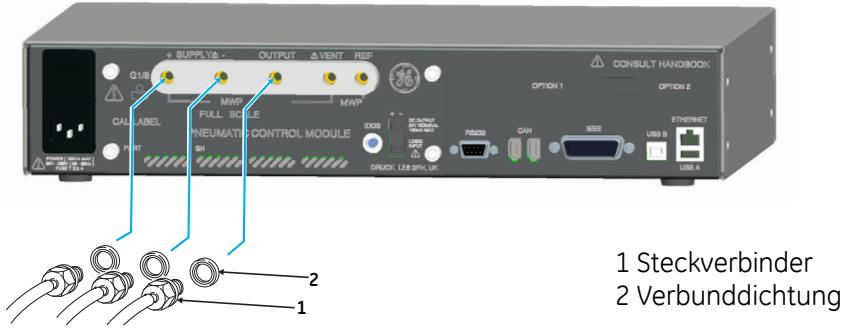

Abbildung 2-1: Pneumatikanschlüsse
- Das Modul mit dem höchsten Drucknennwert muss an der rechten Seite angebracht sein. Die Position des 1. Moduls von der Rückseite des Produkts aus gesehen ist in (Abbildung 2-1) dargestellt.